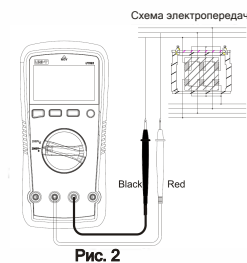

Рис. 2
1. Напряжение AC/DC 2000V (Рис. 2)